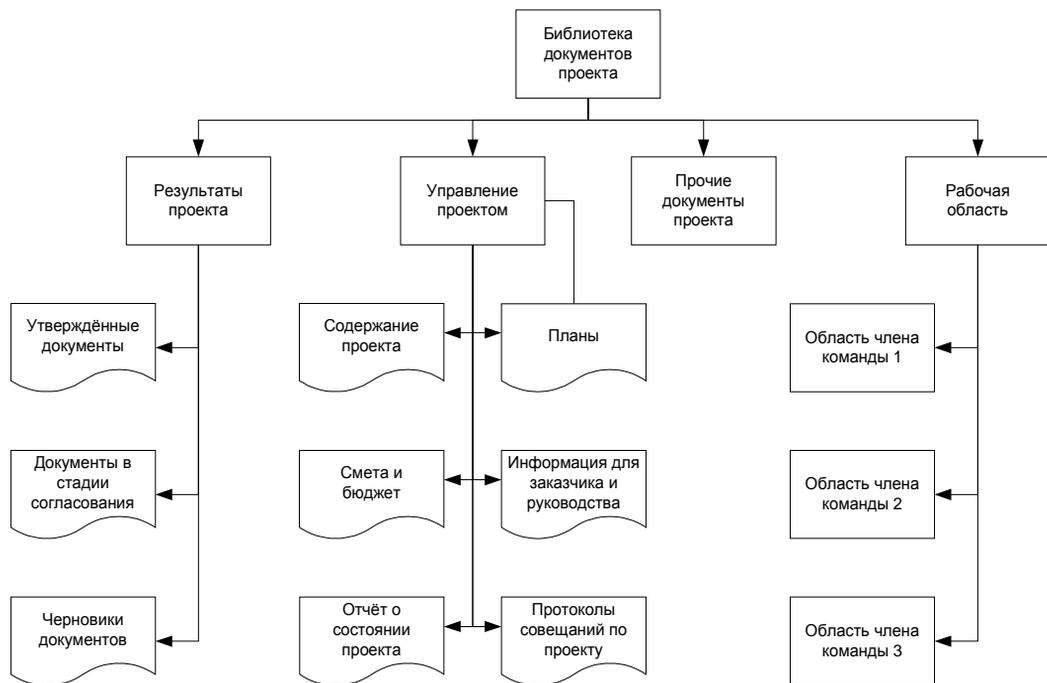

Рис. 5.34. Примерная схема библиотеки документов проекта
2. *Логическую структуру организации документов.* Главное требование к ней — понятность и легкость поиска. Такая структура может разрабатываться по аналогии с приведенным на рис. 5.34 примером.